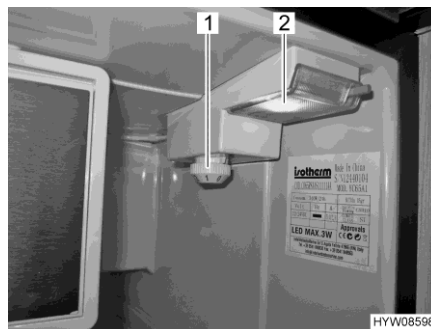

Fig. 121 Elemento de mando (frigorífico)
- Girar el regulador de temperatura (Fig. 121,1) en sentido de las agujas del reloj, de la posición "0" a la posición "1". El aparato está conectado, las luces interiores (Fig. 121,2) están encendidas.
Desconectar: ■ Girar el regulador de temperatura (Fig. 121,1) en sentido contrario a las agujas del reloj a la posición "0". En esto, se deberá superar una ligera resistencia.
Ajustar la temperatura: ■ Ajustar la temperatura en el regulador de temperatura (Fig. 121,1).